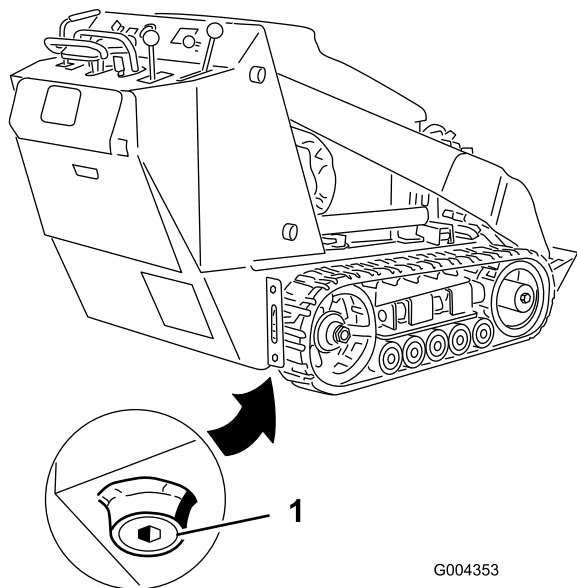

Figura 35
4. Retire el tapón de vaciado (Figura 35).